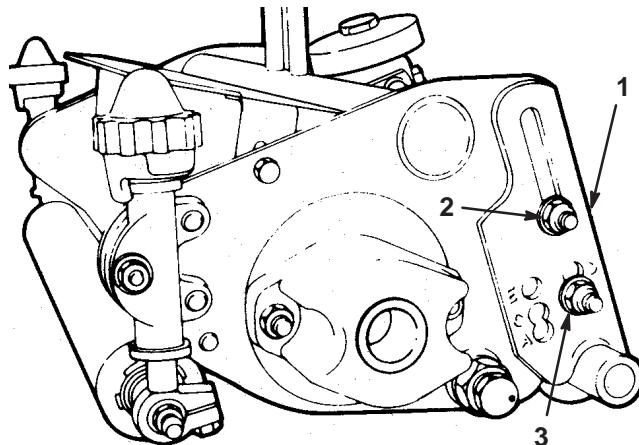

Bild 3
- Montieren Sie die Halterungen für die hintere Schnitthöhe an der gewünschten Position. Lösen Sie die obere Kopfschraube und Mutter und nehmen Sie die untere Mutter und Schraube an der linken und rechten Seite des Mähwerks ab (Bild 3).